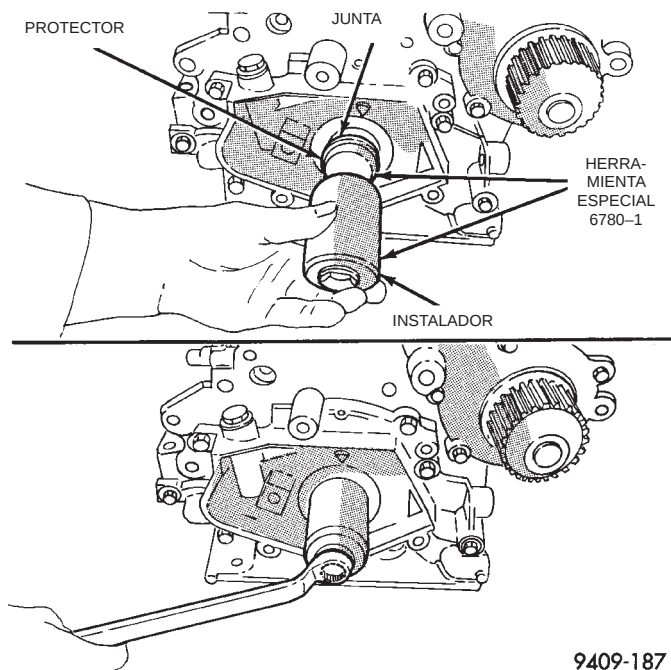

Fig. 94 Junta de aceite delantera del cigüeñal—instalación
(1) Instale la nueva junta con la herramienta 6780-1 (Fig. 94).
(2) Coloque la junta en la abertura con el muelle de junta apuntando hacia el interior del motor. Instale la junta hasta que quede a ras con la tapa.